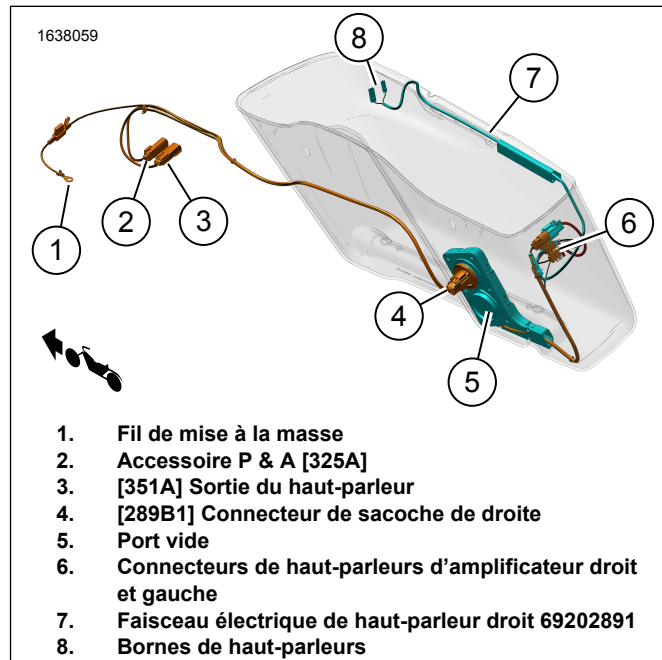

Figure 5. Acheminement du faisceau de la sacoche de droite
- g. Acheminez le faisceau électrique (5) par le trou du passe-fils.
- h. Installez le passe-fils (3) sur le faisceau électrique (5).
- i. Ajustez le passe-fils (3) au besoin et installez-le dans une sacoche.
13. Voir la Figure 5. Installez le faisceau électrique de haut-parleur droit.
- b. Voir la Figure 5. Acheminez le faisceau électrique (7) comme indiqué.